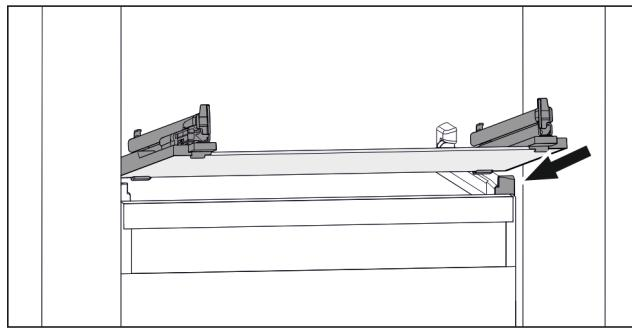

Fig. 117 Примерное отображение стеклянной пластины
- Наклоняя вниз, установите стеклянную пластину за стопоры. (см. Fig. 117)